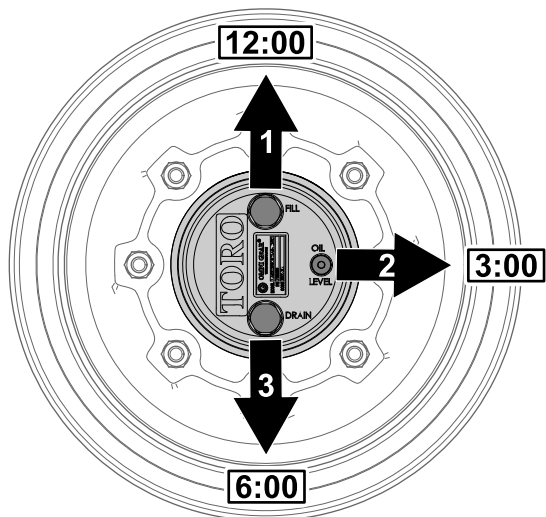

図 59
1. 水平な床面で、補給プラグが時計の 12 時の位置、点検プラグが 3 時、ドレンプラグが 6 時の位置を指すように駐車する 図 59。
2. 3 時の位置にある点検プラグを外す 図 59。
1. 水平な床面で、補給プラグが時計の 12 時の位置、点検プラグが 3 時、ドレンプラグが 6 時の位置を指すように駐車する 図 59 プラネタリギアオイルの点検 (ページ 51)を参照。